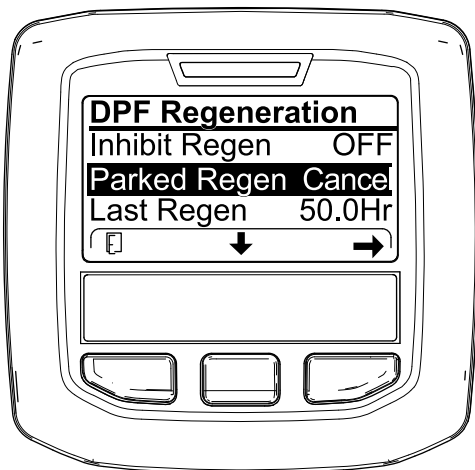
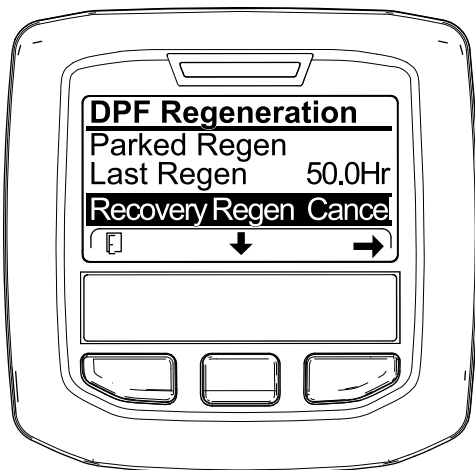

图35
图36
1. 访问 DPF Regeneration（DPF 再生）菜单（图35）。
2. 按中间按钮可向下滚动至 PARKED REGEN CANCEL（驻车再生取消）（图35）或 RECOVERY REGEN CANCEL（恢复再生取消）选项（图36）。
3. 按右侧按钮选择 Regen Cancel（再生取消）条目（图35 或图36）。